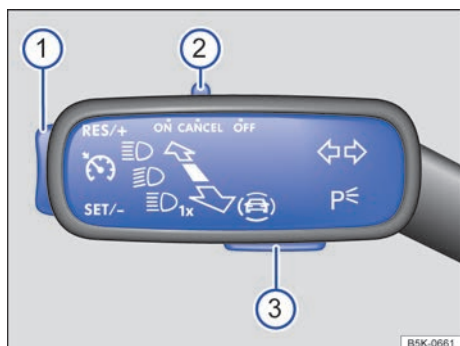

Fig. 111 En el lado izquierdo de la columna de dirección: mando y teclas para manejar el regulador de velocidad.
- Desplace el mando → fig. 111 ② a la posición **ON**.